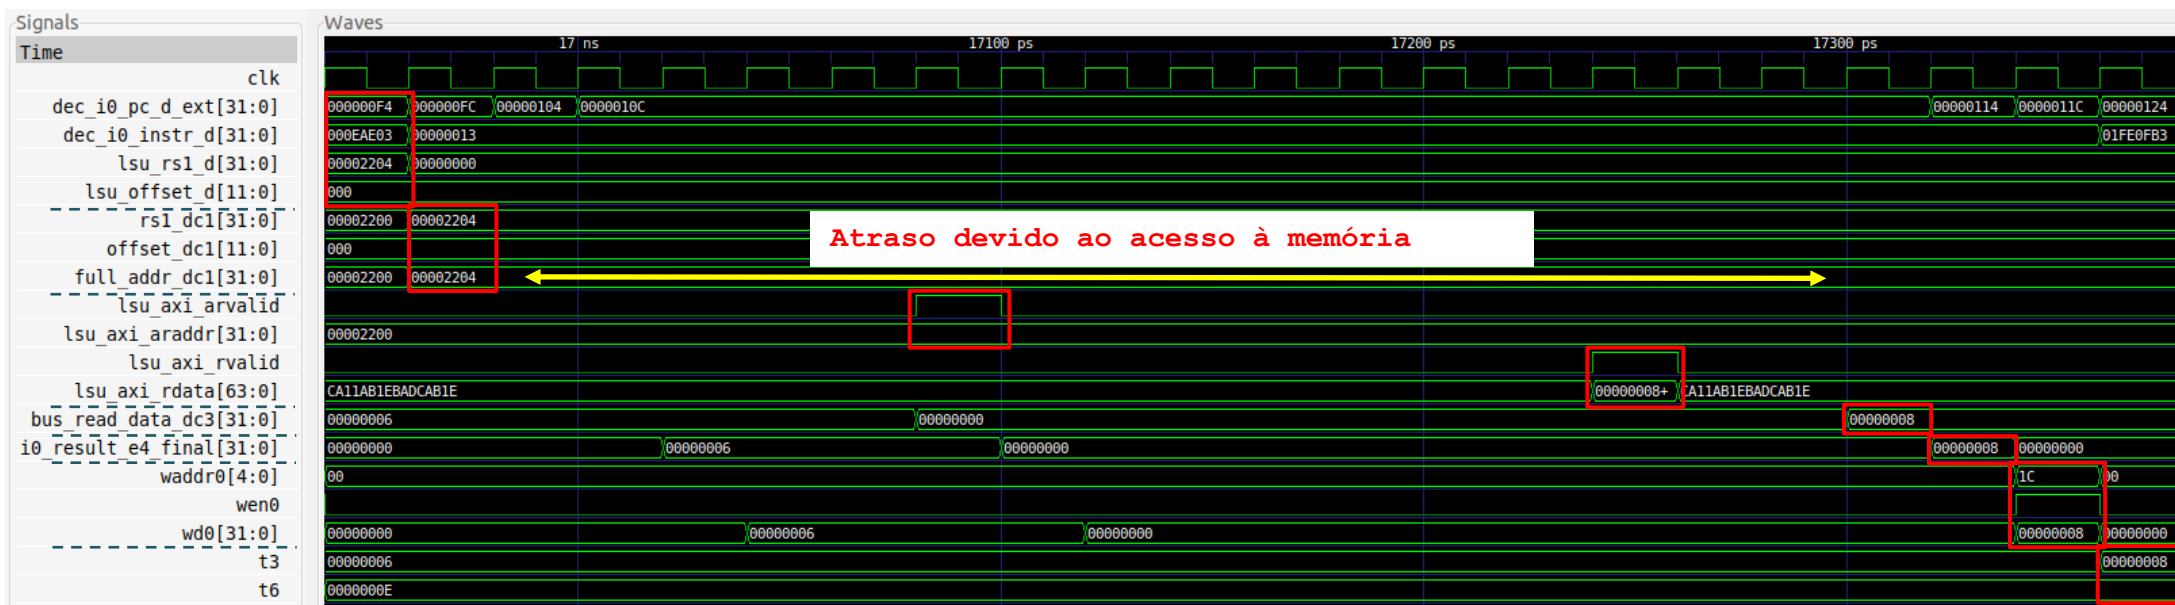

Figura 17 . Simulação Verilator do exemplo da Figura 15
Figura 17 mostra a execução do `lw` na quarta iteração do loop de Figura 15 onde se lê o valor armazenado no endereço 0x00002204 no registro `t3`. Note-se que para este programa a matriz D começa no endereço 0x000021F8.
TAREFA: Replicar a simulação da Figura 17 no seu próprio computador. Utilize o ficheiro *test_Blocking.tcl* (fornecido em
- O endereço é calculado no andar de Decode, como explicado na secção 2. O sinal *full_addr_dc1[31:0]* contém o *endereço*, que na quarta iteração do nosso exemplo (a mostrada na Figura 17) é 0x00002204. O sinal *end_addr_dc1[31:0]* (não mostrado na figura) é também computado como explicado na Secção 2 e contém o endereço do último byte a ser acedido.